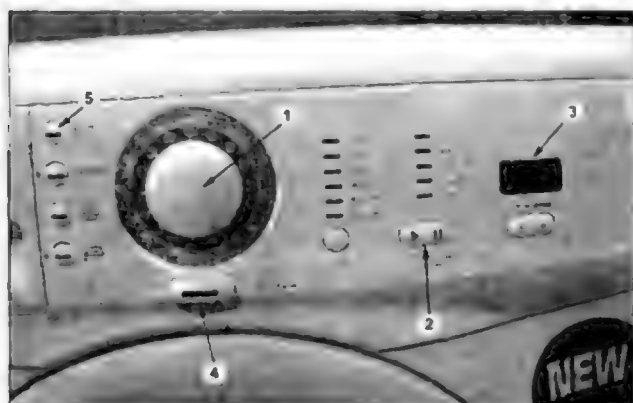
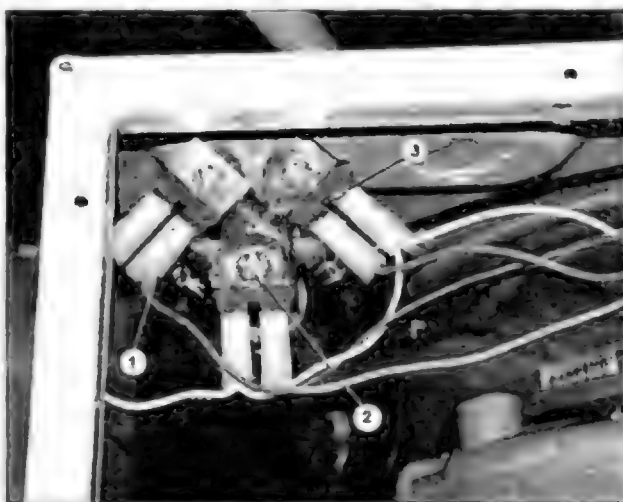
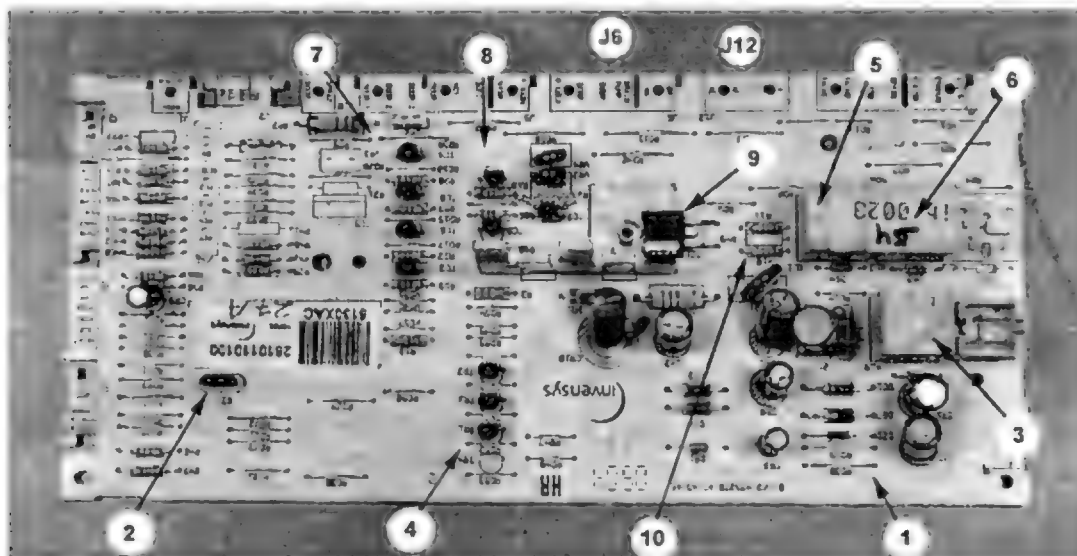

Рис. 1.14.1
Рис. 1.14.2
Рис. 1.14.3
Внешний вид передней панели СМ приведен на рис. 1.14.1.
- нажимают кнопку 2 (рис. 1.14.1) — включится клапан залива воды 1 (рис. 1.14.2). После каждого последующего нажатия кнопки 2 очередность включения клапанов следующая 2—3 — все три одновременно. Вода будет поступать в бак СМ до тех пор, пока ее уровень не достигнет номинального (сработает датчик уровня);
— после очередного нажатия кнопки 2 включается залив воды сразу через все клапаны 1, 2 и 3 (рис. 1.14.2) до достижения номинального уровня воды в баке.
В большинстве случаев указанная неисправность связана с дефектом электронного контроллера (рис. 1.14.3). Перед его заменой необходимо проверить надежность контактов в соединителях J6 и J12, а также наличие постоянного напряжения 8 В на соответствующем контакте соединителя J6 (маркировка нанесена на лицевой стороне платы). Если все в норме, проверяют работоспо-
На индикаторе 3 (рис. 1.14.1) отображается код ошибки F07
Проверяют исправность ТЭНа, целостность проводников между ним и контроллером. Также проверяют реле 3 (рис. 1.14.3) и транзистор 4 управления реле (один из трех).
Проверяют реле реверса 5 и 6 (рис. 1.14.3), а также их управляющие транзисторы 4.
Работоспособность любого клапана залива воды (рис. 1.14.2) можно проверить, прозвонив его или подав на него сетевое напряжение 220 В — из клапана должен быть слышен характерный щелчок. Также проверяют соответствующие управляющие симисторы (7 на рис. 1.14.3) на электронном контроллере.
В первую очередь проверяют сам механизм блокировки люка, а затем его управляющие симисторы 8 (рис. 1.14.3) — маркировка на плате TC2 и TC9. Указанные симисторы соединены параллельно.
В первом случае проверяют сам сливной насос (подав на него сетевое напряжение 220 В) и его управляющий симистор 8 (рис. 1.14.3) — маркировка на плате ТС7, во втором — только симистор.
В первую очередь проверяют управляющий симистор 9 (рис. 1.14.3), питание с которого поступает на ротор приводного двигателя СМ (тип симистора — ВТВ 16 500 ВВ). Если симистор неисправен, проверяют целостность щеток двигателя, в противном случае необходима замена как самого двигателя, так и платы контроллера (или симистора).
Мигание индикатора 5 (рис. 1.14.1) означает, что неправильно распределено белье в баке.
- уменьшают уровень сигнала, поступающего с тахогенератора. Для этого уменьшают номинал резистора R11 (10 на рис. 1.14.3) на плате контроллера, но не более чем на 10%. Если указанные действия не привели к устранению дефекта, заменяют контроллер.